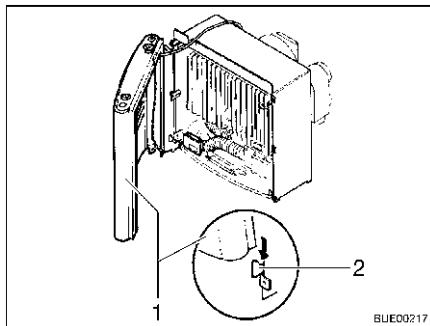

Fig. 99 Copertura del riscaldamento,
- Montare la copertura del riscaldamento. Collegare la copertura (Fig. 99,1) sui passanti di sostegno inferiori (Fig. 99,2).